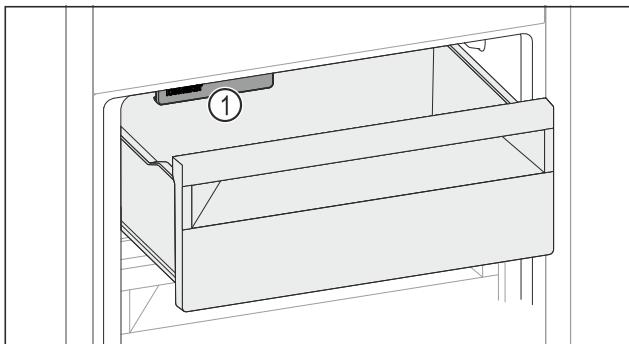

Fig. 131
► Prihliadajte na IceMaker Fig. 131 (1).